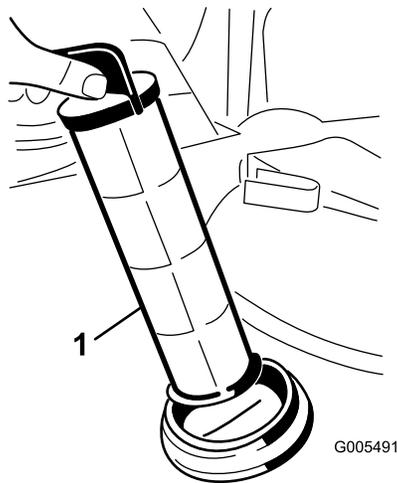

Figure 56
4. Sortez la crépine d'aspiration de l'orifice (Figure 56).